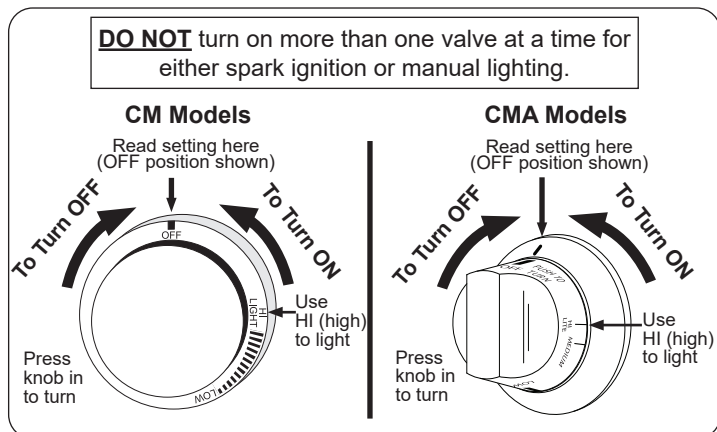

Fig. 36-1 Control knob
4. Appuyez sur le bouton de commande souhaité et, tout en appuyant sur cette touche, tournez-le dans le sens inverse des aiguilles d'une montre jusqu'à la position **HI LIGHT** (Fig. 36-1). Une fois le brûleur allumé, relâchez le bouton.